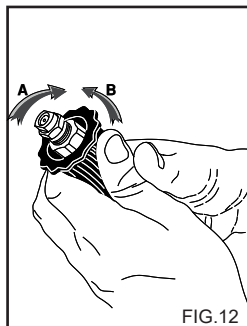

FIG.12
GEBRUIK VAN DE VERSTELBARE KOP (Fig. 12)
2) Bedien de hogedrukreiniger, open de reinigingsmiddelkraan (indien aanwezig), activeer het aanzuigmechanisme van reinigingsmiddel op de lans (fig. 12) en maak het te reinigen oppervlak nat van boven naar beneden. Laat enkele minuten inwerken.